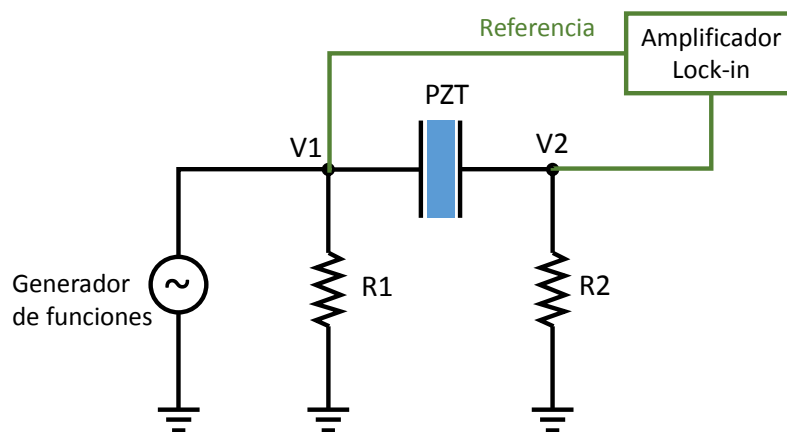

Figura 2. Medición de la resonancia usando el amplificador lock-in.
**Parte 3.** Reemplace el osciloscopio por un amplificador lock-in (figura 2). El lock-in permite medir la componente de tensión que está en fase (desde ahora, parte real) y la componente a  $90^\circ$  (parte imaginaria) con respecto a la señal de referencia. Mida estas componentes y reconstruya la amplitud compleja de la tensión de salida para cada frecuencia.